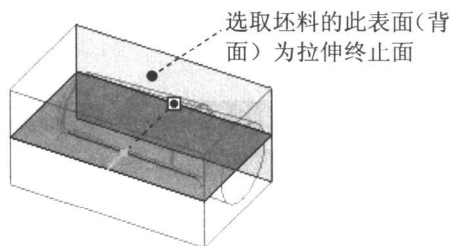

图 1.23 选取拉伸终止面
(4) 设置深度选项。
① 在操控板中，选取深度类型 **到选定的**。
② 将模型调整到如图 1.23 所示的视图方位，选取图中所示的坯料表面（背面）为拉伸